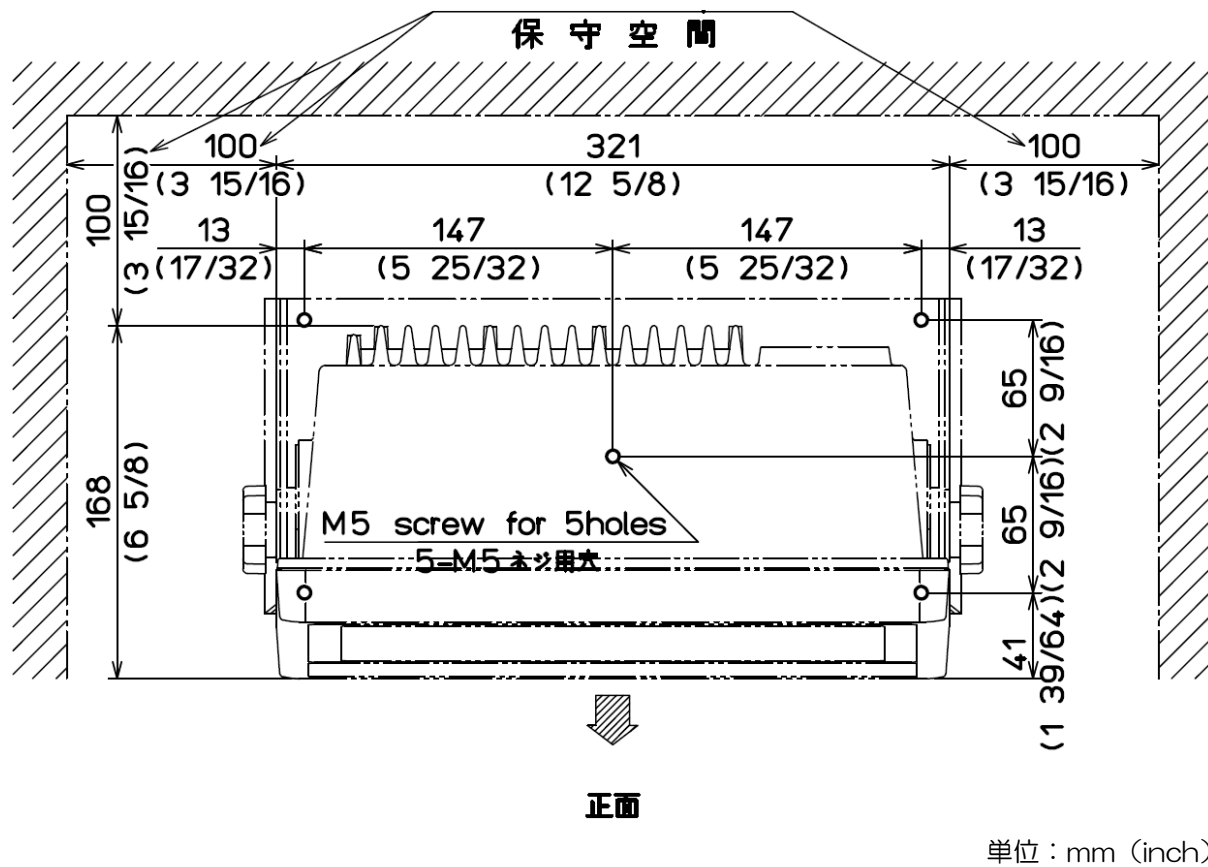

図 1.3 保守空間
- (1) 図 1.3 の保守空間を設けて、表示機を取り付ける位置を決定してください。
- (2) 表示機を取り付ける位置に取付架台を置き、5本の5mmネジで固定してください。
- (3) 表示機を取付架台に乗せ、ワッシャーとノブボルトで固定してください。